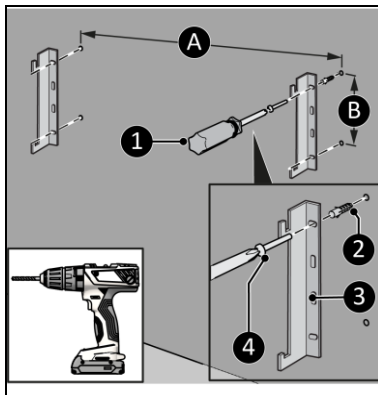

Afbeelding 8
1. Plaats het apparaat op een verticale en stevige ondergrond. Gebruik een waterpas bij het plaatsen van het apparaat (Afbeelding 8, pos. 1).
2. Plaats het apparaat op een minimale afstand (Afbeelding 8) van: